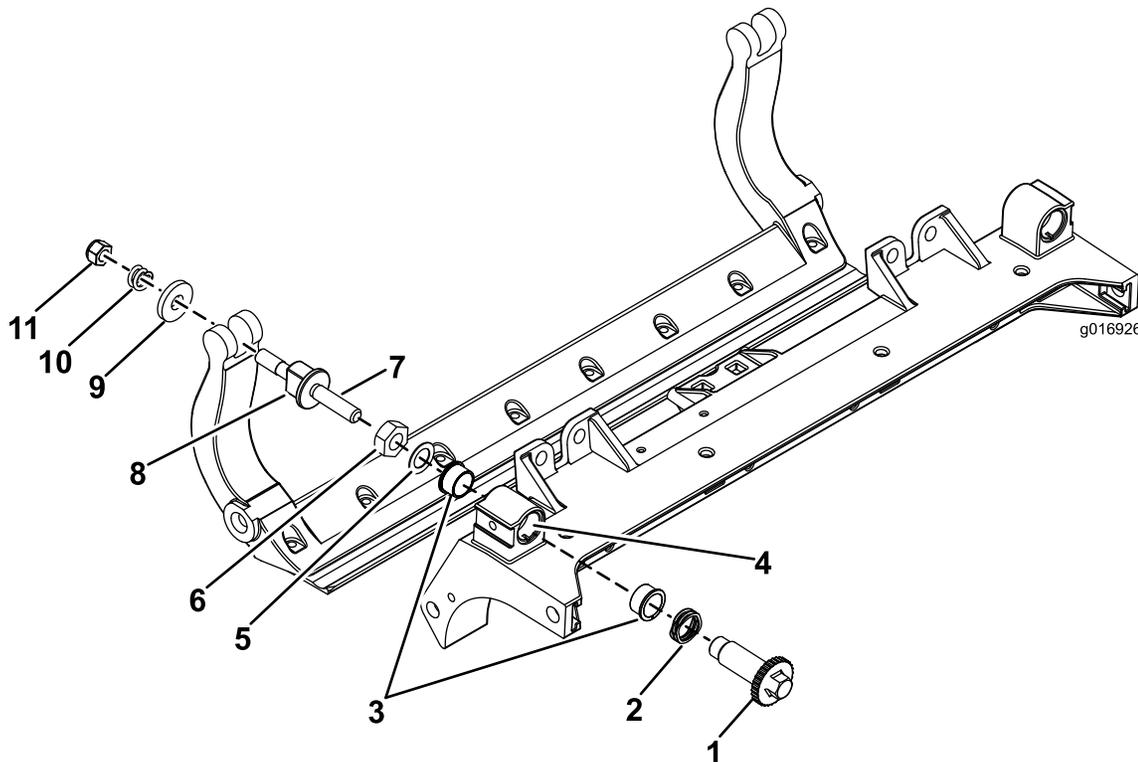

Рисунок 33
1. Снимите все детали (см. *Инструкции по установке* для HD комплекта DPA и Рисунок 33).
2. Нанесите противозадирный состав на внутреннюю поверхность втулки на внутренней поверхности втулки на центральной раме режущего блока (Рисунок 33).
3. Совместите шпонки фланцевых втулок с прорезями в раме и установите втулки (Рисунок 33).
4. Установите волнистую шайбу на вал регулятора и вставьте вал регулятора во фланцевые втулки, установленные в раме режущего блока (Рисунок 33).
5. Закрепите шпindelь регулятора с помощью плоской шайбы и контргайки (Рисунок 33).
12. На нейлоновые шайбы установите стальные шайбы (Рисунок 33).
Примечание: Шайбы с внутренней стороны могут иметь зазор (Рисунок 33).
15. Затяните гайку на каждом узле регулировки планки неподвижного ножа до полного сжатия пружины, а затем отпустите гайку на $\frac{1}{2}$ оборота (Рисунок 33).